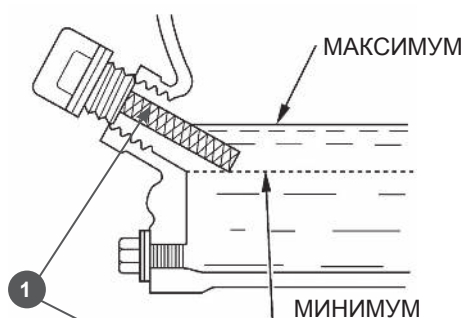

Рис.6
2. Извлеките щуп (1) Рис.6 из маслоналивной горловины и протрите его чистой тряпкой.